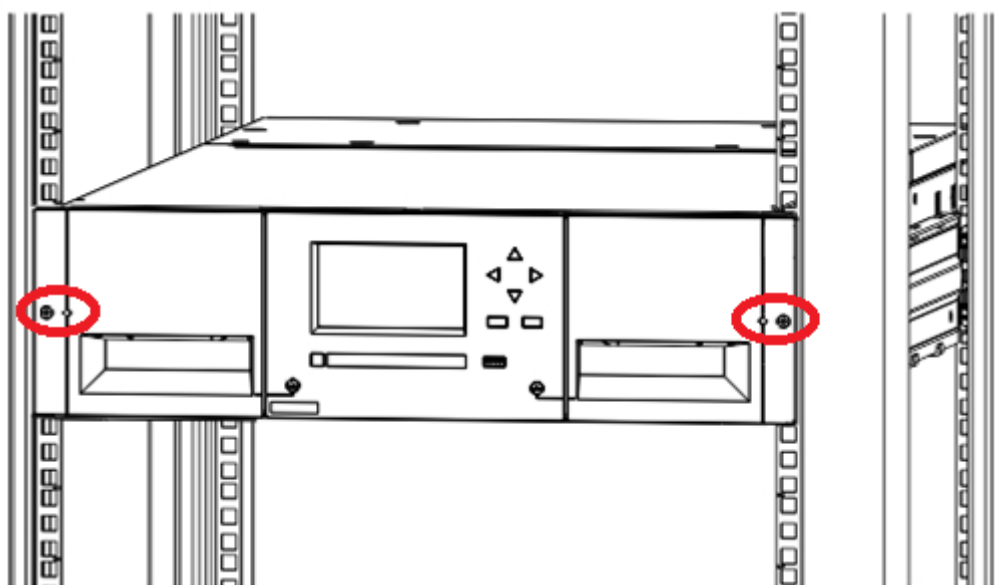

図 1-35 ラック内のライブラリ
5. プラスドライバを使用して、モジュールをラック前面に緩やかにねじ留めします。ねじは各サイドに 1 つずつです。図 1-35 の丸で囲まれた領域を参照してください。
1. ライブラリの前面から、それぞれのモジュールがレールに取り付けられている箇所のねじ（図 1-35参照）を 2 回転分緩めます。